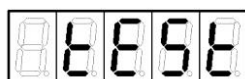

Рисунок 20
2. Кнопкой  или  установить на индикаторе слово "tEst" (рисунок 20).